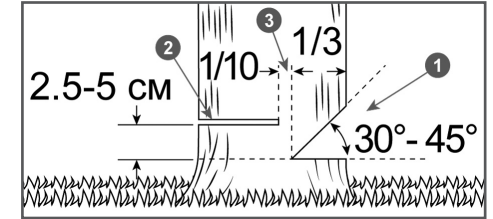

Рис. 15 Расположение запила, пропила и недопила
от 30 до 45 градусов (Рис. 15). Линия стыка двух пропилов, образующих запил, называемая направляющей линией, должна располагаться как можно более горизонтально и под углом 90 градусов к направлению валки.
6. Сделайте основной валочный пропил 2 с противоположной стороны, выше основания запила на 2,5-5 см. Между основным пропилом и запилом должен оставаться недопил 3 примерно $1/10$ диаметра ствола. Вставьте своевременно клин в пропил 2 (Рис. 15). Недопил 3 действует как шарнир и позволяет контролировать падение дерева (Рис. 15).
Ни в коем случае не допиливать до конца недопил 3 (Рис. 15), так как вы не сможете контролировать направление падения дерева.